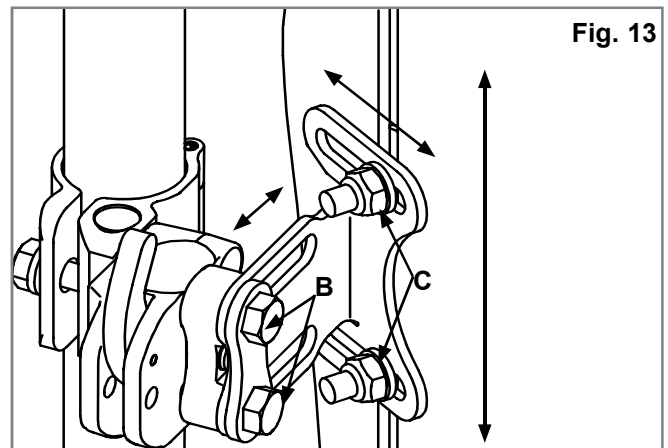

Fig. 13
- Plaats de rugleuning in de gewenste positie, (Fig. 13), diepte, hoek en hoogte en draai dan de schroeven (B) en bouten (C) met de hand vast.